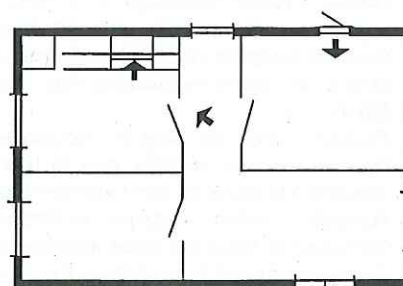

fig.3
- Pour que l'appareil fonctionne correctement, les fenêtres de la cuisine doivent rester fermées. Vous pouvez, en revanche, ouvrir une fenêtre dans une pièce adjacente (fig. 3).